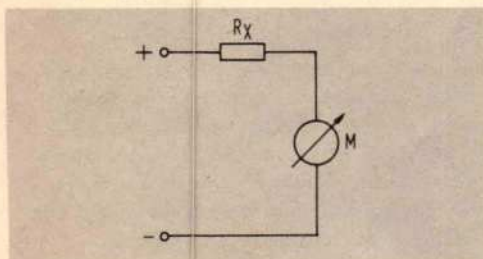

Fig. 2. Omdat de meters werken met stroom is meestal een voorschakelweerstand Rx noodzakelijk.
– indicatie. Over het algemeen zijn analoge VU-meters uiterst gevoelig en moeten zorgvuldig worden behandeld. Om relatief weinig energie te hoeven verbruiken, hebben vrijwel alle analoge VU-meters een grote gevoeligheid, d.w.z. dat deze meters slechts een geringe stroom voeren en weinig spanning nodig hebben. Alle praktische meters liggen, wat de stroom betreft, onder 1mA bij volle uitslag en hebben minder dan 1V nodig. Over het algemeen drukken we de gevoeligheid van een analoge VU-meter uit in de stroom, waarbij wordt aangenomen dat de spanning over de meter erg klein is. Zo is een meter van bijvoorbeeld 200 μ A of 500 μ A erg gangbaar. Bij deze stromen wijst de naald 100% (volle schaal) aan. Omdat over het algemeen de elektronische schakeling die de meter stuurt met relatief vrij grote amplituden werkt, zal voor de eigenlijke meter altijd een voorschakelweerstand worden geplaatst. Deze is in fig. 2 gegeven als Rx. Vanwege de
geringe spanning die de meter over zijn aansluitpunten hoeft te hebben is het ondoenlijk deze direct aan te sturen. Een uitzondering hierop betreft schakelingen waarbij gebruik wordt gemaakt van zogenaamde stroomsturingen, maar die zijn hier niet aan de orde. In feite ontstaat in fig. 2 ook een soort stroomsturing omdat de spanning over de meter verwaarloosbaar klein is t.o.v. de spanning over Rx.